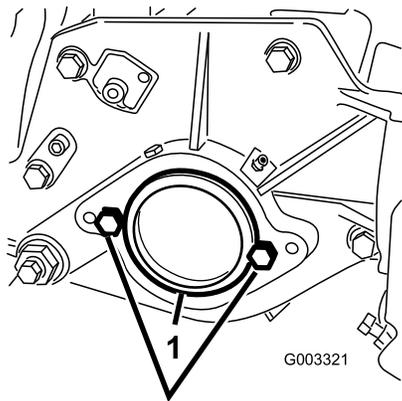

Bild 7
2. Nehmen Sie rechts am Mähwerk den Plastikstöpsel vom Lagergehäuse ab (Bild 7).
3. Nehmen Sie die zwei Kopfschrauben von der rechten Seitenplatte ab (Bild 7).